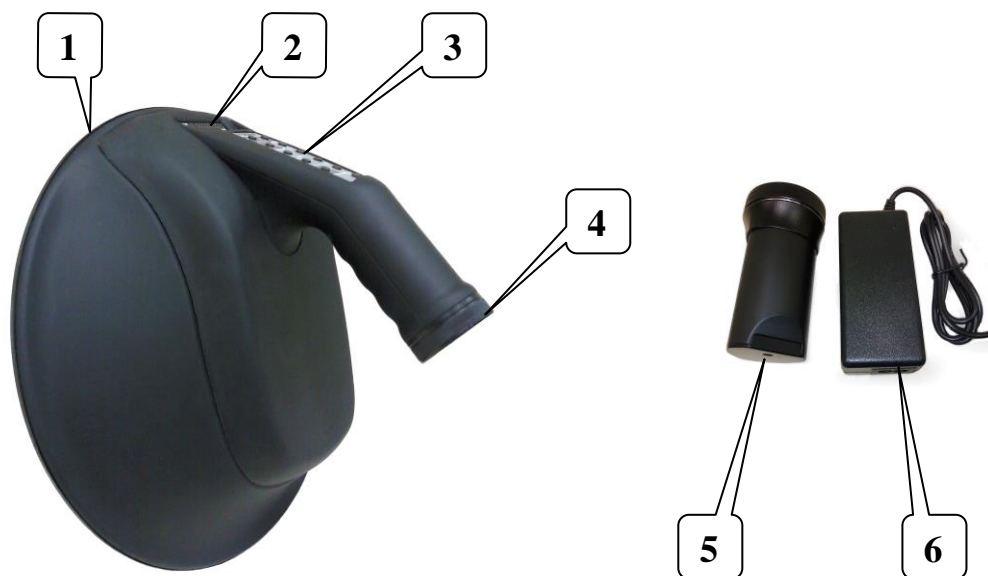

Рис. 1
Внешний вид обнаружителя показан на рис. 1, где:
4.3. Заряд аккумулятора приемопередающего блока должен осуществляться только при помощи зарядного устройства, входящего в комплект поставки. Использование иных зарядных устройств не допускается. Для заряда необходимо извлечь аккумулятор, отвинтив крышку на торце ручки, и поместить его в контейнер 5 (рис.1). Затем контейнер подключить к зарядному устройству.